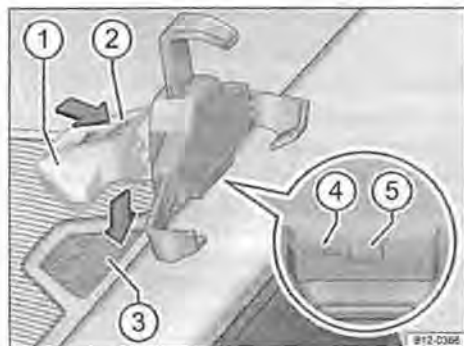

Fig. 88 Plancia: chiusura del punto di alloggiamento del supporto dell'infotainment
- Inserire il dispositivo mobile nei supporti inferiori. Eventualmente, per adattare il supporto alle dimensioni del dispositivo mobile, premere il tasto → fig. 88 **4** e stringere il supporto fino a ottenere la stessa larghezza di quella del dispositivo.
- Tenere premuto il tasto di sbloccaggio → fig. 88 **5** finché il braccio superiore del supporto non rilascia il dispositivo mobile.
- Tenendo fermo il bracciolo → fig. 88 **1**, premere il tasto di sbloccaggio → fig. 88 **2** nella direzione indicata dalla freccia.
- Inserire il bracciolo → fig. 88 **1** dall'alto nella piastra di base → fig. 88 **3** e spingerlo verso il basso, fino a fargli compiere lo scatto di innesto → **A**.